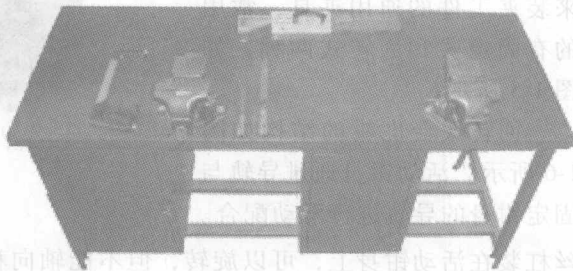

图 1-10 钳台
(2) 钳台 (钳桌) 钳台可用来安装台虎钳、放置工具和工件等,如图1-10所示。